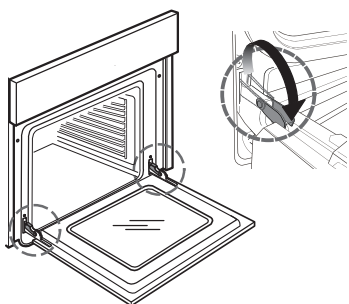

Fig. 1
2. Ridicați cele două dispozitive de oprire și împingeți-le în față până când se opresc (Fig. 1).